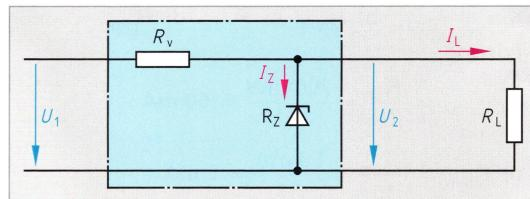

Bild 1: Spannungsstabilisierung mit Z-Diode
- Bei der Schaltung Bild 1 mit $I_L = 0$ sind die Bemessungswerte $I_z = 0,1 \text{ A}$, $U_z = 24 \text{ V}$, $r_z = 10 \Omega$ und $\Delta U_2 = 0,4 \text{ V}$. Berechnen Sie U_1 , ΔU_1 und den Stabilisierungsfaktor für a) $R_v = 100 \Omega$, b) $R_v = 200 \Omega$. c) Vergleichen Sie die Stabilisierungsfaktoren der Ausführungsformen a) und b).
- Bei der Schaltung Bild 1 ist $I_L = 0$ und $U_1 = 100 \text{ V}$, $\Delta U_1 = 10 \text{ V}$, $U_2 = 27 \text{ V}$ und $r_z \approx 10 \Omega$. Berechnen Sie R_v , ΔU_2 und S für a) $I_z = 0,1 \text{ A}$, b) $I_z = 0,2 \text{ A}$. c) Vergleichen Sie die Stabilisierungsfaktoren der beiden Ausführungsarten miteinander.